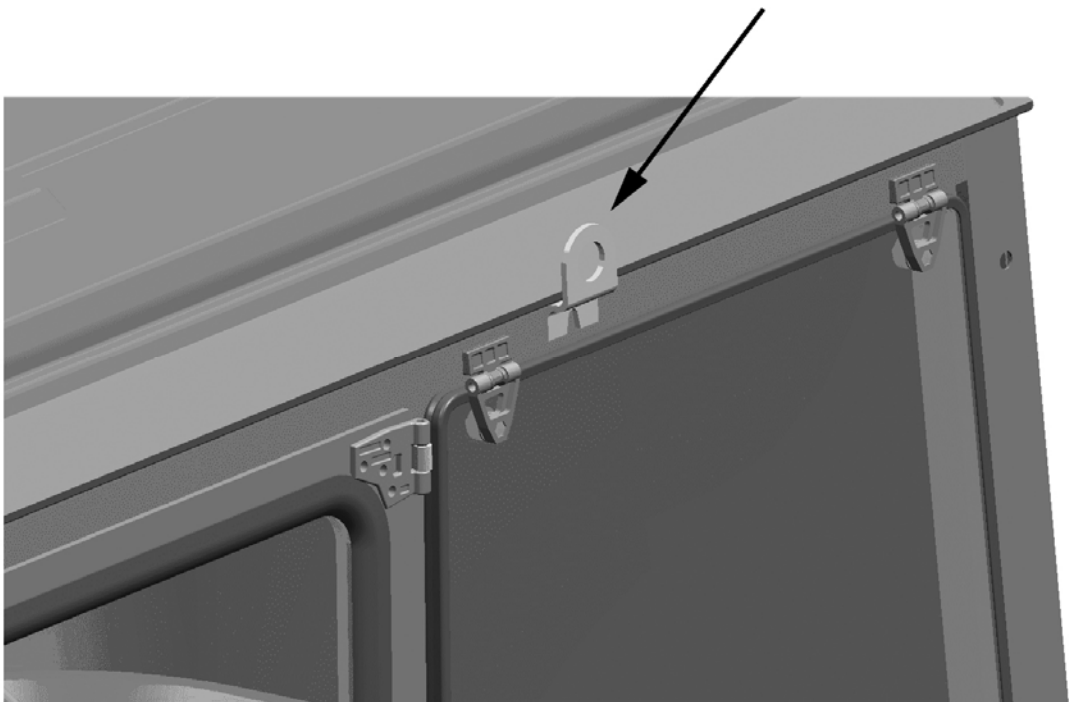

Рисунок 7.1
5) отвинтите четыре гайки (7) (М16), снимите шайбы (6) и нижние виброизоляторы (5);
6) поднимите кабину над шасси трактора, используя для строповки проушины справа и слева на кабине, строповку проводите согласно схемы (**рисунок 7.1**) (масса кабины ≈ 700 кг);